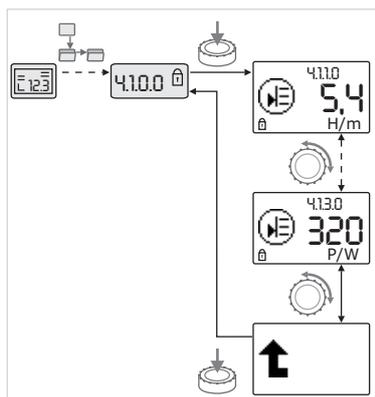

Fig. 44: Activar informações
- Ao rodar o botão vermelho, pode comandar-se elementos de menu do tipo “Informação” do submenu actual (ver Fig. 44). A explicação das regulações representadas pelos símbolos encontra-se na tabela do capítulo 8.7 “Elementos de menu de referência” na página 168.